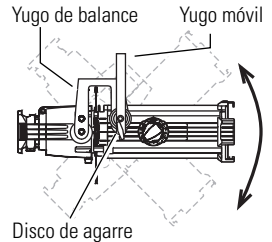

Figura 9
1. Ajuste el yugo de balance de modo que quede perpendicular a la luminaria como se muestra en la **Figura 9**. Si el frente de la instalación fija tiene varios accesorios, Ud. quizás tendrá que inclinar el yugo de balance hacia el frente de la instalación fija para ajustar el balance.